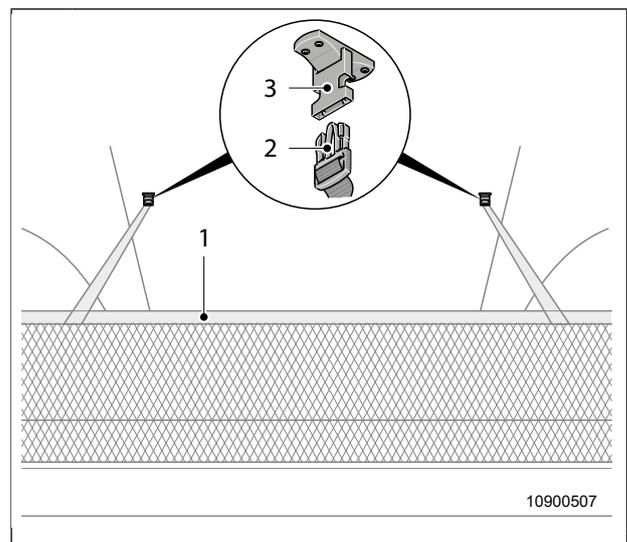

Abb. 39 Absturzsicherung
1. Absturzsicherung (Abb. 39, Pos. 1) unter der Matratze hervorholen.
2. Beide Gurte der Absturzsicherung mit dem Steckschließer (Abb. 39, Pos. 2) in die entsprechende Kupplung (Abb. 39, Pos. 3) einstecken.